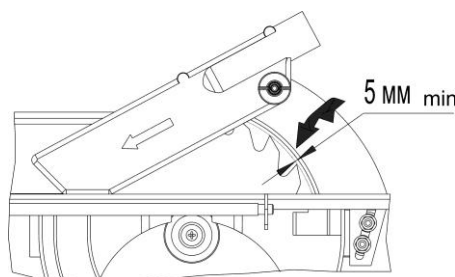

Рис. 8
- с радиальным расстоянием между расклинивающим ножом и зубчатым венцом пильного диска не более 5 мм (см. рис.8),